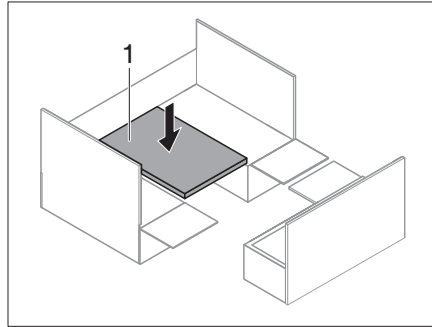

Bild 214 Hängbord neråt
- Flytta hängbord (Bild 214,1) från den övre hängskenan till den under hängskenan.